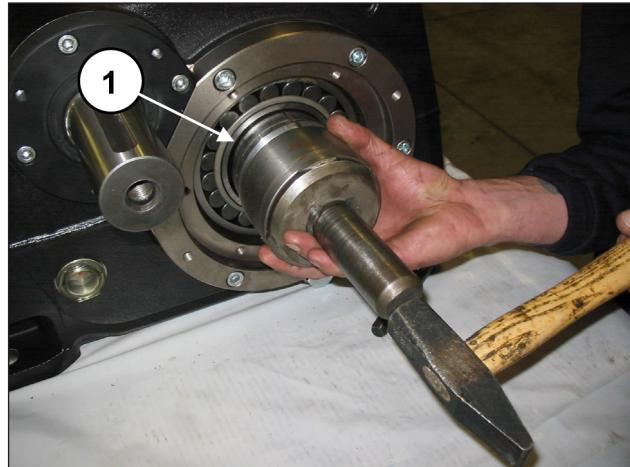
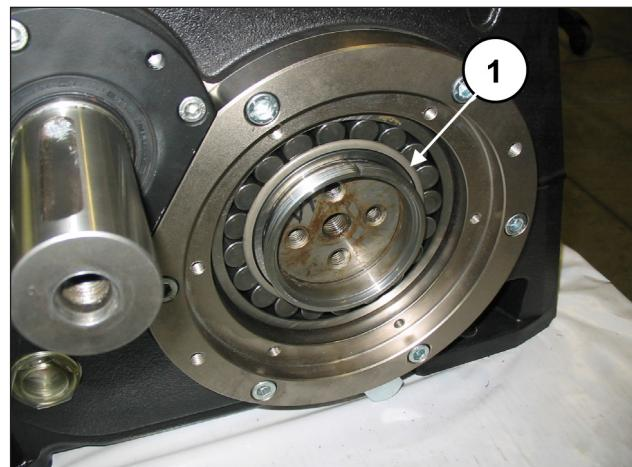

图 76
图 77
使用锤子和缓冲垫将压力衬套完全插入曲轴（位置①，图 76和图 77）。